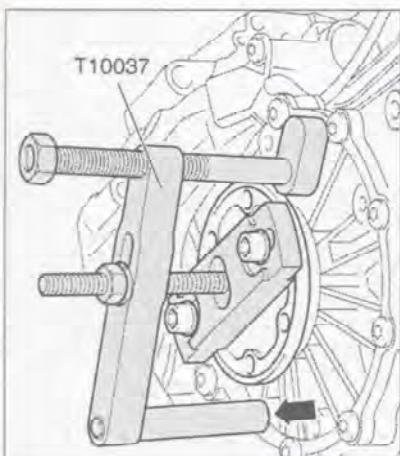

Рис. 7.121. Закрепите на крышке главной передачи съемник T10037 (стрелка) и снимите левый приводной вал.
- Закрепите на крышке главной передачи съемник T10037 (стрелка) и снимите левый приводной вал (рис. 7.121).